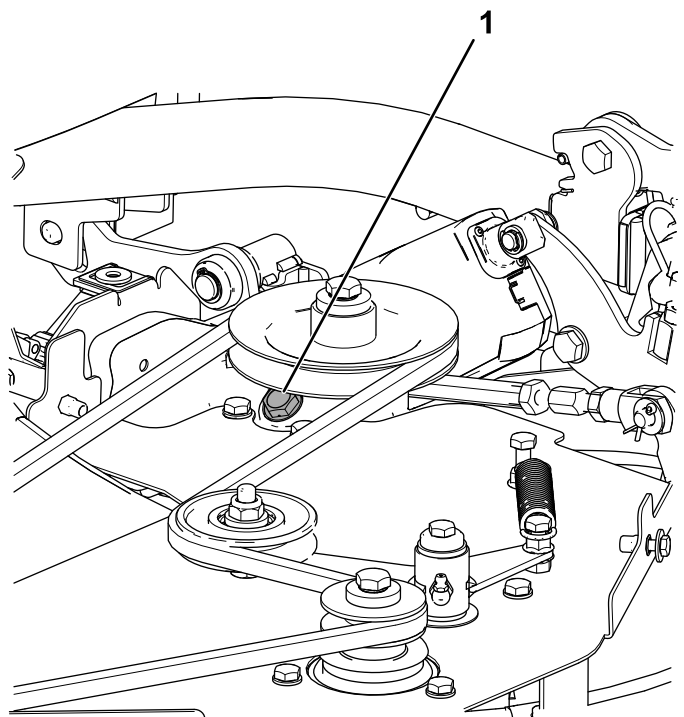

Figura 95
1. Togliete il tappo della scatola ingranaggi dell'apparato di taglio (Figura 95).
1. Rimuovete il tappo dalla scatola ingranaggi dell'apparato di taglio (Figura 95).
3. Installate il tappo dalla scatola ingranaggi dell'apparato di taglio (Figura 95).